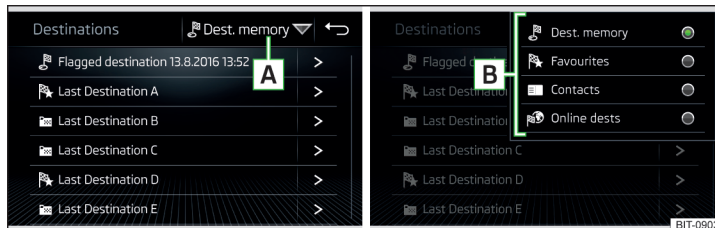

Fig. 219 **Lista de los destinos guardados / Seleccionar categorías de los destinos guardados**
- ▶ Pulsar la superficie funcional **A** » fig. 219 y seleccionar unas de las siguientes categorías de los destinos guardados **B** » fig. 219.